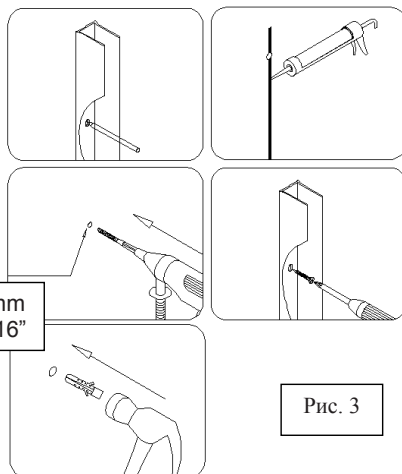

Рис. 3
3. Наметьте и просверлите отверстия в стене, ориентируясь на монтажные отверстия в настенном профиле. Вставьте анкер (03). Используйте герметик по всей длине настенного профиля и вокруг просверленных отверстий в стене. Установите настенный профиль и закрепите его при помощи шурупов с плоской головкой ST4.2×30 (04). Рис. 3.